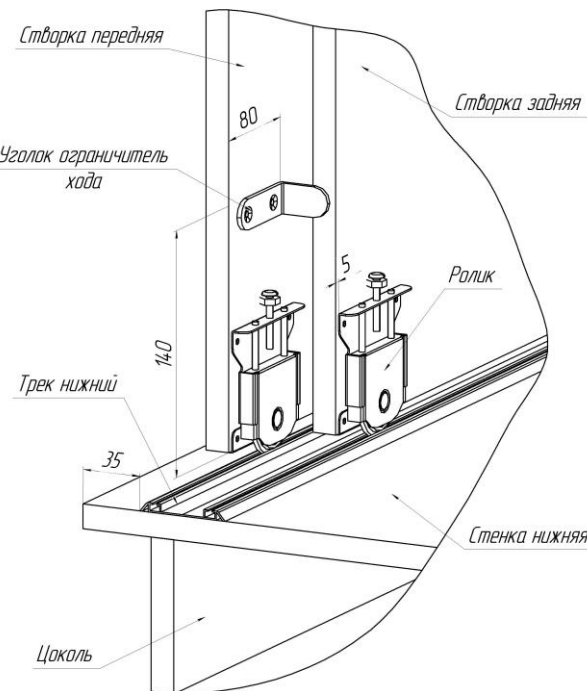
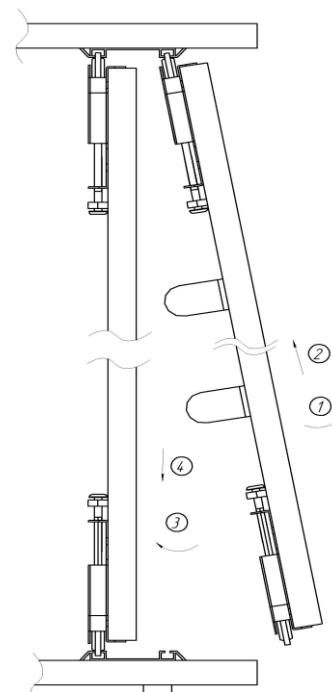

Рис. 1. Схема установки роликов и уголка ограничителя хода
Рис. 2. Схема установки створки
На обратную сторону створок (1) прикрутить ролики (31) (4 шт. на одну створку отступив 5 мм от края длинной стороны), используя саморезы (35) (см. рис. 1). На обратную сторону передней створки установить уголки – ограничители створок (39, возможна модификация) (сверху и снизу) со стороны, противоположной ручке, отступив 80 мм от края длинной стороны и 140 мм от края короткой стороны (согласно схеме установки уголка). К створкам (1) прикрутить ручки (34) саморезами (36), используя шайбы декоративные (41). Навесить створки (1) согласно схеме установки створки (см. рис. 2). Наклеить шлегель (44) на торец створок (1) со стороны ручки. Установить в шкаф штангу (22).